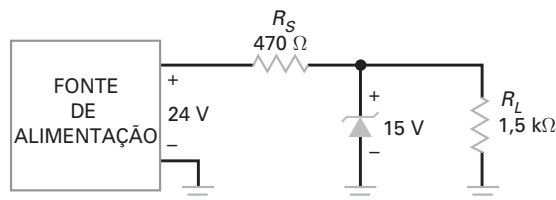

Figura 5-44
- 5-4 **MultiSim** Se o diodo Zener for desconectado na Figura 5-44, qual é a tensão na carga?
- 5-5 **MultiSim** Calcule as três correntes na Figura 5-44.
- 5-6 Supondo uma tolerância de $\pm 5\%$ nos dois resistores da Figura 5-44, qual será a corrente máxima no Zener?
- 5-7 Suponha que a tensão de alimentação da Figura 5-44 varia de 24 V para 40 V. Qual será a corrente máxima no Zener?
- 5-8 O diodo Zener da Figura 5-44 foi substituído por um 1N4742A. Qual é a tensão na carga e a corrente no Zener?
- 5-10 O diodo Zener da Figura 5-44 tem uma resistência Zener de $14\ \Omega$. Se a fonte de alimentação tiver uma ondulação de 1 V pp qual será a ondulação no resistor de carga?
- 5-12** Suponha que a tensão de alimentação na Figura 5-44 diminua de 24 V para 0 V. Em algum ponto, o diodo Zener sairá de regulação. Calcule a tensão da fonte onde a regulação será perdida.
- 5-13** Na Figura 5-44, a tensão não regulada na saída da fonte de alimentação pode variar de 20 V a 26 V e a resistência da carga pode variar de 500 Ω a 1,5 k Ω . O regulador Zener sairá de regulação sob estas condições? Se sim, que valor deve ter o resistor em série?
- 5-14** A tensão não regulada na Figura 5-44 pode variar de 18 V a 25 V e a corrente na carga pode variar de 1 a 25 mA. O regulador Zener sairá de regulação sob essas condições? Se sim, qual deve ser o valor máximo de R_S ?
- 5-15** Qual é a resistência mínima da carga que pode ser utilizada na Figura 5-44 sem que o regulador Zener saia de regulação?
- 5-18** Qual é a potência de dissipação no resistor e no diodo Zener da Figura 5-44?
- 5-19** O diodo Zener da Figura 5-44 é um 1N4744A. Qual é a tensão Zener mínima? E a máxima?
- 5-21** Na Figura 5-44, qual é a tensão na carga para cada uma das seguintes condições?
- 5-22** Se você medir aproximadamente 18,3 V para a tensão na carga da Figura 5-44, que defeito pode existir?
- 5-23** Você mede 24 V na carga da Figura 5-44. Um ohmímetro indica que o diodo Zener está aberto. Antes de substituir o diodo Zener, que mais deve ser verificado?
- 5-29** O diodo Zener da Figura 5-44 tem uma resistência Zener de $14\ \Omega$. Qual será a tensão na carga se você incluir R_Z nos seus cálculos?
- 5-30** O diodo Zener da Figura 5-44 é um 1N4744A. Se a resistência da carga mudar de $1\ \text{k}\Omega$ para $10\ \text{k}\Omega$, qual será a tensão mínima na carga? E a tensão máxima na carga? (Use a segunda aproximação.)